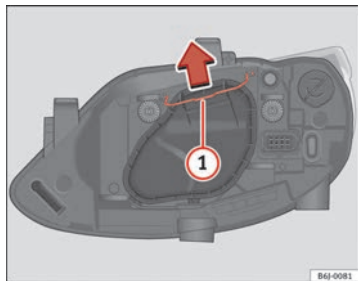

Abb. 145 Ablend- / Fernlicht bei Einfachscheinwerfer
- Verschieben Sie die Strebe ⇒ Abb. 145 ① in Pfeilrichtung und nehmen Sie den Deckel ab.